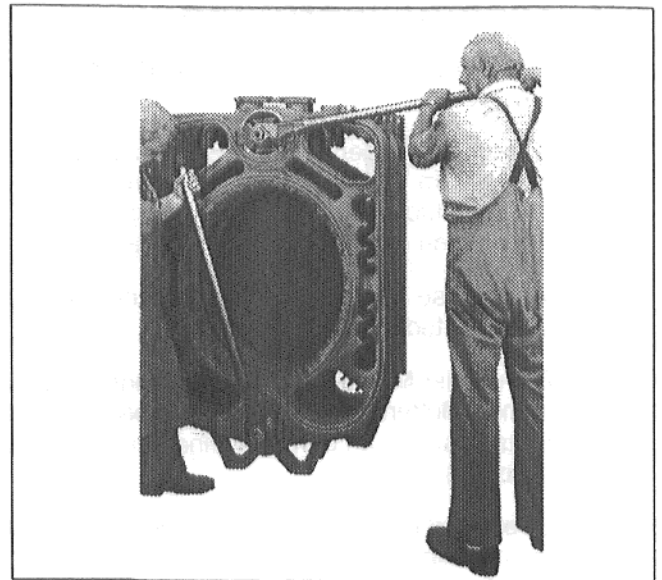

Abb. 16
Kesselpreßwerkzeug der Größe 2.2 verwenden (Abb. 1, Abb. 16).
- Eine Zugstange durch die obere und eine durch die untere Nabe des Kessels schieben (Abb. 16).